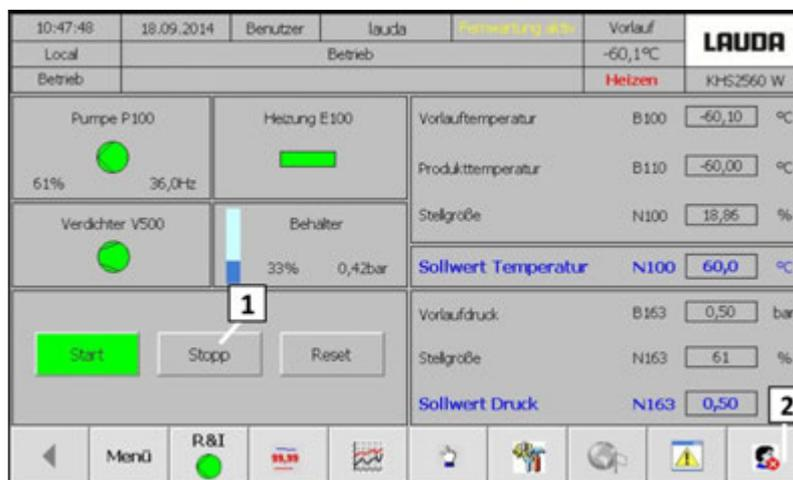

Fig. 38: Mise à l'arrêt
1. Appuyer sur la touche [Arrêt] sur la visualisation (écran tactile) (Voir la Fig. 38 [1]).
2. Déconnecter l'utilisateur (Voir la Fig. 38 [2]).